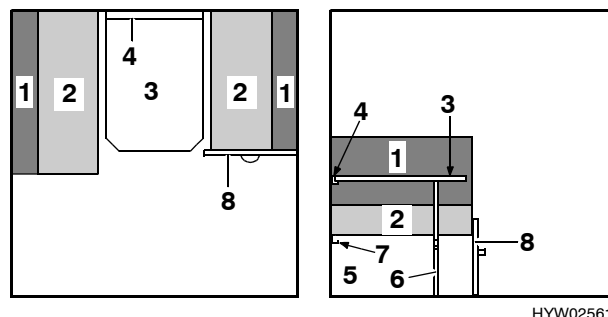

Fig. 32 Prima della trasformazione
- Sistemare i cuscini del divano (Fig. 32,2).
- Sollevare leggermente il piano del tavolo in avanti (Fig. 32,3).
- Alzare il piano del tavolo (Fig. 32,3) di circa 45°, sollevarlo dalla guida superiore di supporto (Fig. 32,4) e mantenerlo ad un angolo di 45°.